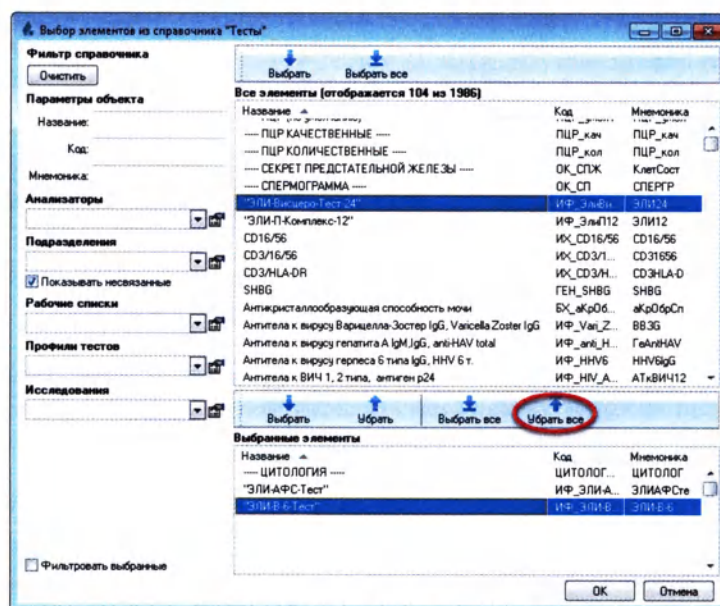

Рисунок 5.37
6. Чтобы убрать все работы из таблицы «Выбранные элементы», нажмите кнопку «Убрать все» (Рисунок 5.37):